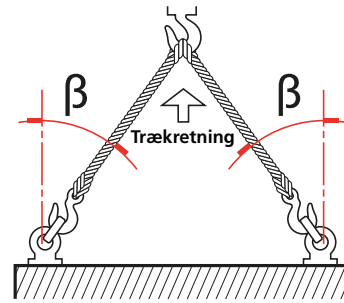

Fig 7.1 Løft (enkeltvirkende aktuator op til størrelse 161)
- I tilfælde af enkeltvirkende aktuator, skal du tilslutte de dobbelte kædeslynger på løfteøjerne som vist i Fig 7.1.